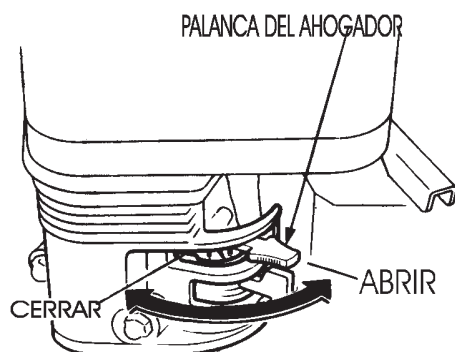

Figura 11. Palanca del ahogador
3. Coloque la **palanca del ahogador** (Figura 11) a la posición de "OPEN" ("ABIERTO").
- Si el motor ya ha arrancado, suavemente regrese la palanca del ahogador (Figura 11) a la posición **CERRADO**. Si el motor no ha arrancado, repita los pasos del 1 al 5.